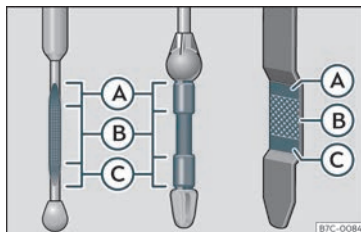

Fig. 215 Vareta de medição do nível de óleo.
- Em seguida, retire-a novamente e verifique o nível do óleo »» Fig. 215. Caso seja necessário, reponha óleo do motor.
- Quando o nível de óleo atingir pelo menos a zona »» **Fig. 215 (B)**, enrosque a tampa do bocal de enchimento com cuidado »» **⚠**.
Se o nível do óleo se encontrar por cima da zona »» **Fig. 215 (A)**, não ponha o motor em funcionamento. Pode causar danos no motor e no catalisador. Informe uma oficina especializada.
O nível do óleo não pode ultrapassar, em caso algum, a zona »» **Fig. 215 (A)**. Caso contrário, poderia ser aspirado óleo pela ventilação do cárter da cambota e chegar à atmosfera através do sistema de escape.